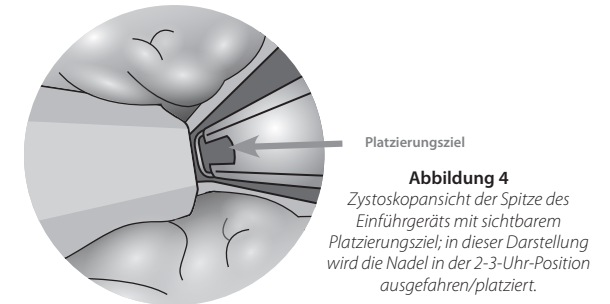

Abbildung 4
2.2.3 Das Einführgerät so positionieren, dass sich das Platzierungsziel (**Abbildung 4**) am gewünschten Prostatalobus in lateraler Richtung befindet.